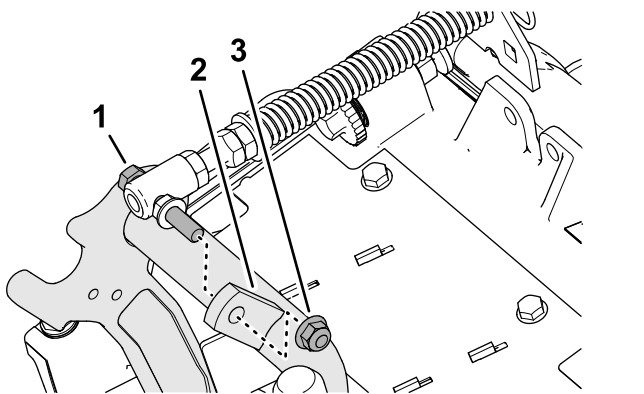

Рисунок 18
- Отверните фланцевую контргайку (3/8 дюйма), которая крепит колпачковый винт пружины компенсации состояния грунта к правому выступу несущей рамы, и снимите пружину компенсации с режущего блока (Рисунок 18).